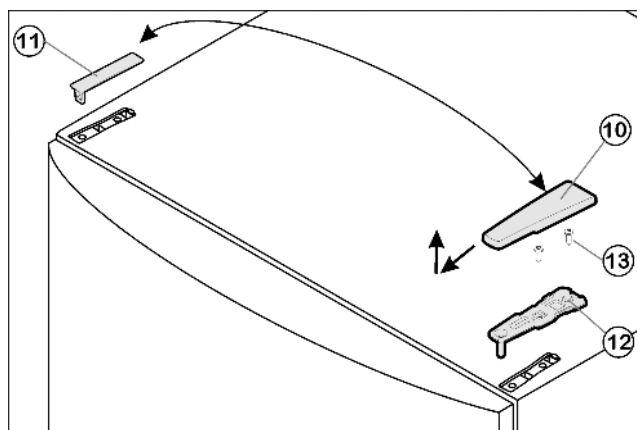

Fig. 8
- ▶ Потяните крышку Fig. 8 (10) вперед и вверх.
- ▶ Снимите крышку Fig. 8 (11).
- ▶ Открутите верхний опорный кронштейн Fig. 8 (12) (2 шт. Torx® 25) Fig. 8 (13) и вытяните вверх.